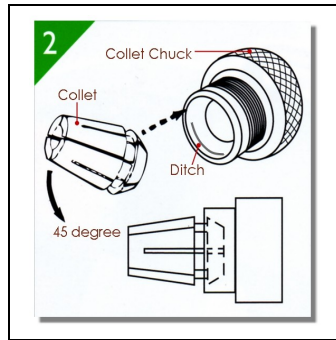

Figura 2
2. Insira a pinça no suporte da pinça em um ângulo de 45° (Figura 2).